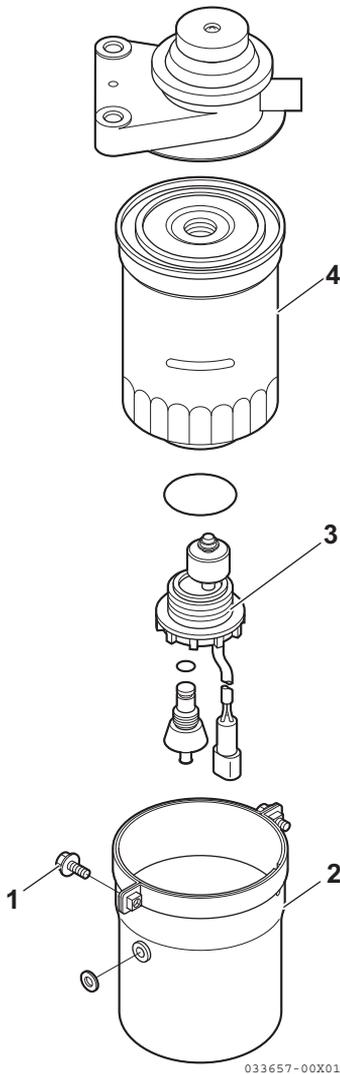
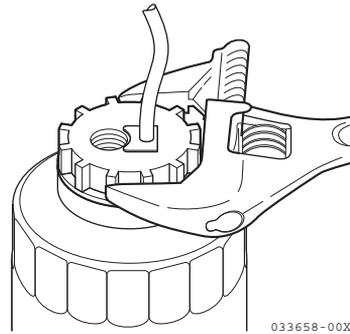

Figura 10
Figura 11
2. Retire los dos tornillos de montaje (**Figura 10, (1)**) y la carcasa (**Figura 10, (2)**).
5. Desmonte el interruptor de alarma (**Figura 10, (3)**) y (**Figura 11**) con ayuda de una llave.
6. Retire el elemento del filtro (**Figura 10, (4)**) con una llave de filtros.